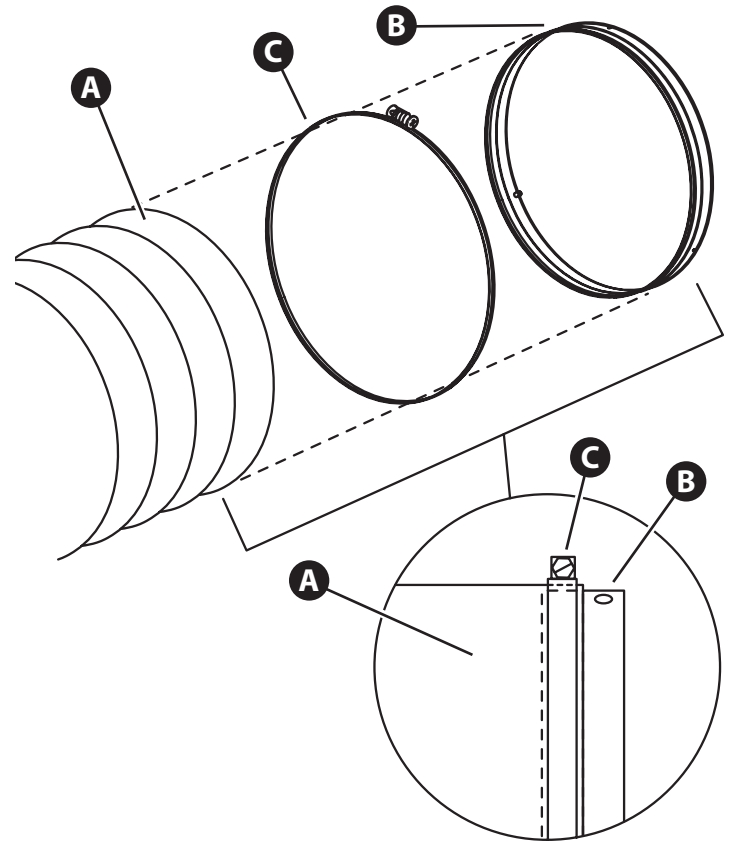

Figure 4.4
- Installer le conduit flexible (A, Figure 4.4) par-dessus la bande de raccord (B). Le conduit flexible devrait couvrir seulement la moitié de la bande de raccord (encart), laissant les ergots d'arrêts et les flèches sur la moitié restante. Fixer en utilisant un large serre-joint à sangle de type vissé (C).